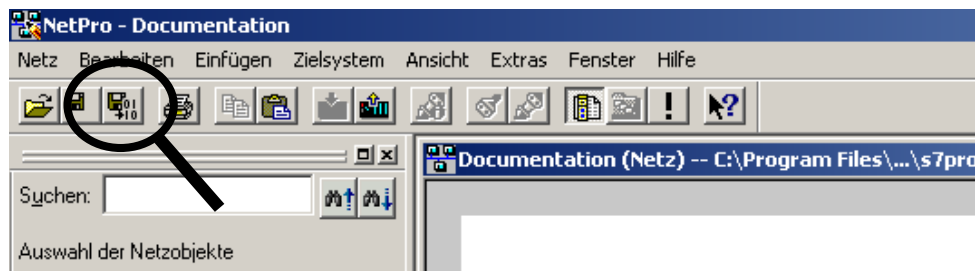

Bild 2-23 Projektierungsdaten in NetPro sichern
1. Sichern Sie die projizierten Daten, indem Sie in der NetPro-Funktionsleiste auf das Symbol *Speichern und Übersetzen* klicken (siehe Bild 2-23).